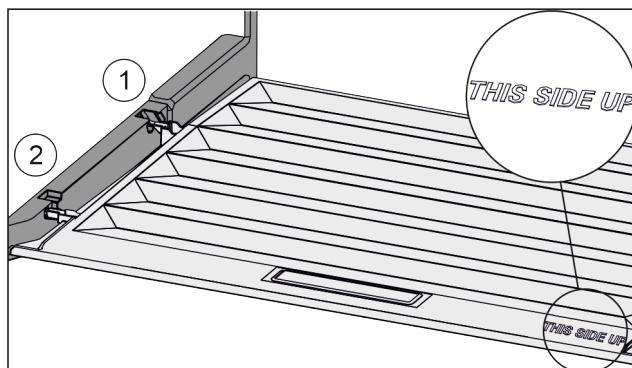

Fig. 151
- Výstupky veka zavedťte cez otvor zadného držiaka Fig. 151 (1) a zaistite vpred v držiaku Fig. 151 (2).